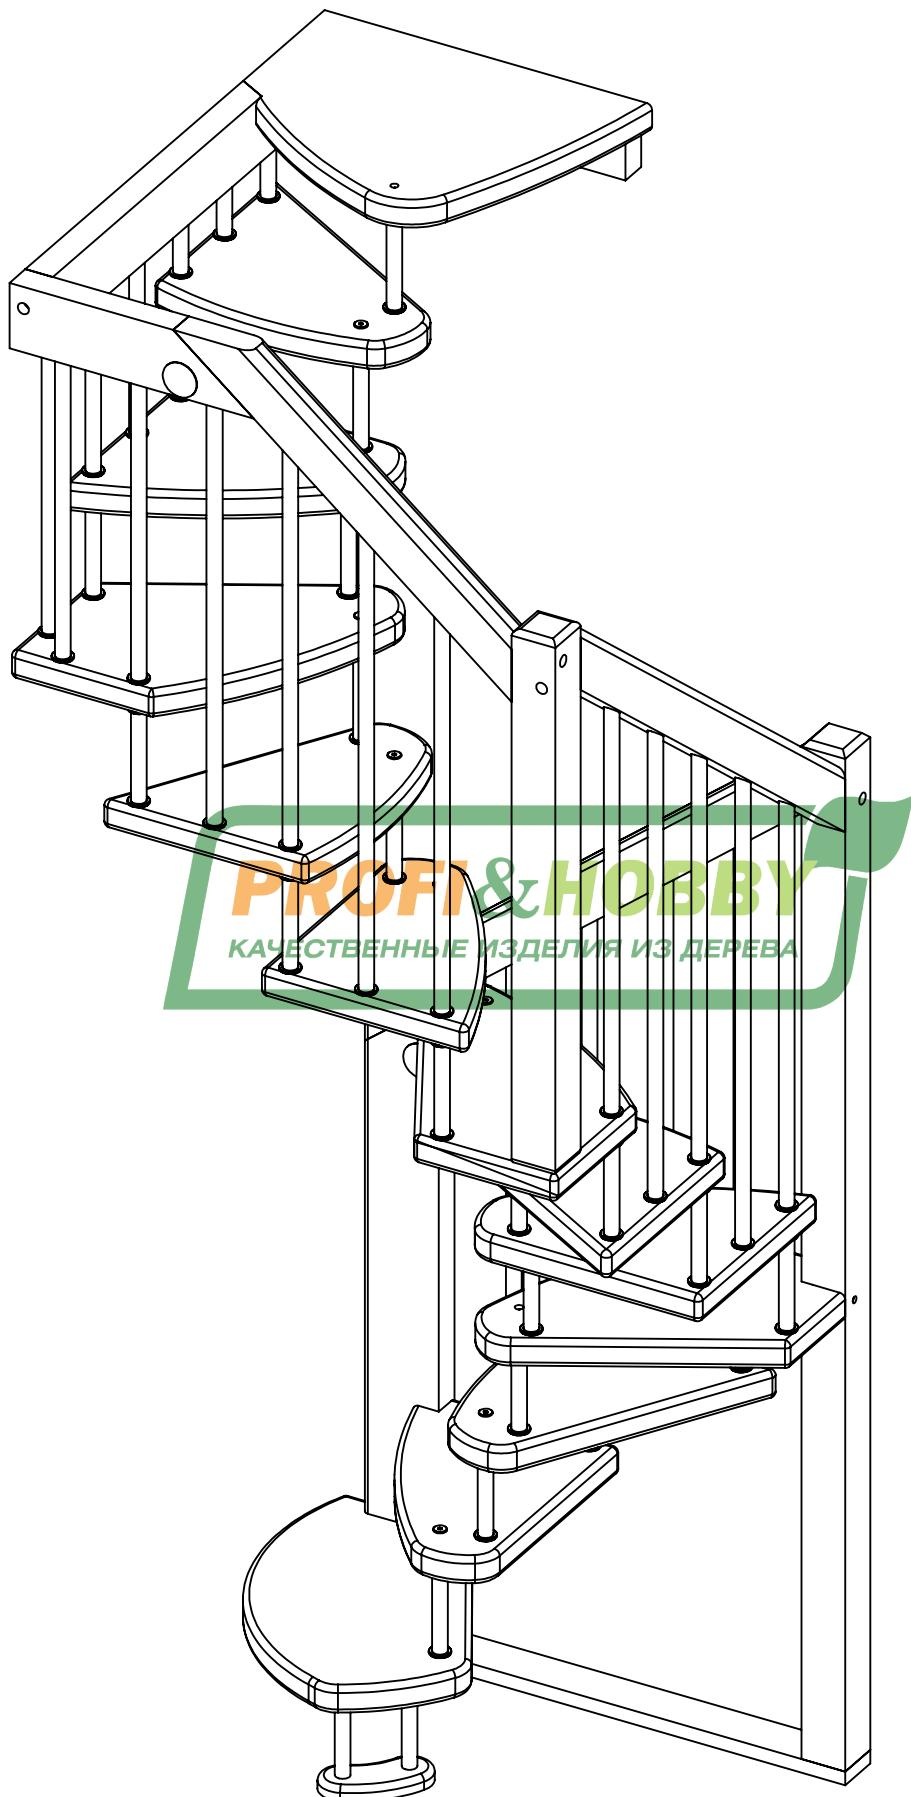

Рис. 6.5
6.5 После сборки производится окончательная затяжка всех резьбовых соединений, в отверстия необходимо установить заглушки. Окончательный вид готовой лестницы представлен на рис. 6.5.